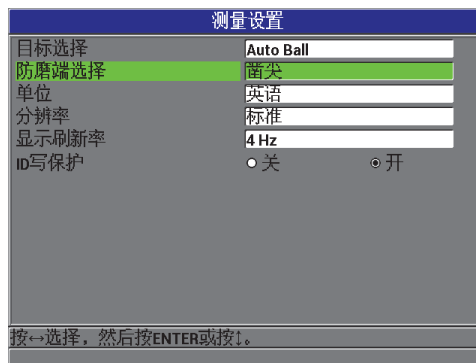

图 4-5 测量设置屏幕
3. 在**测量设置**屏幕中（参见第 72 页的图 4-5），操作步骤如下：